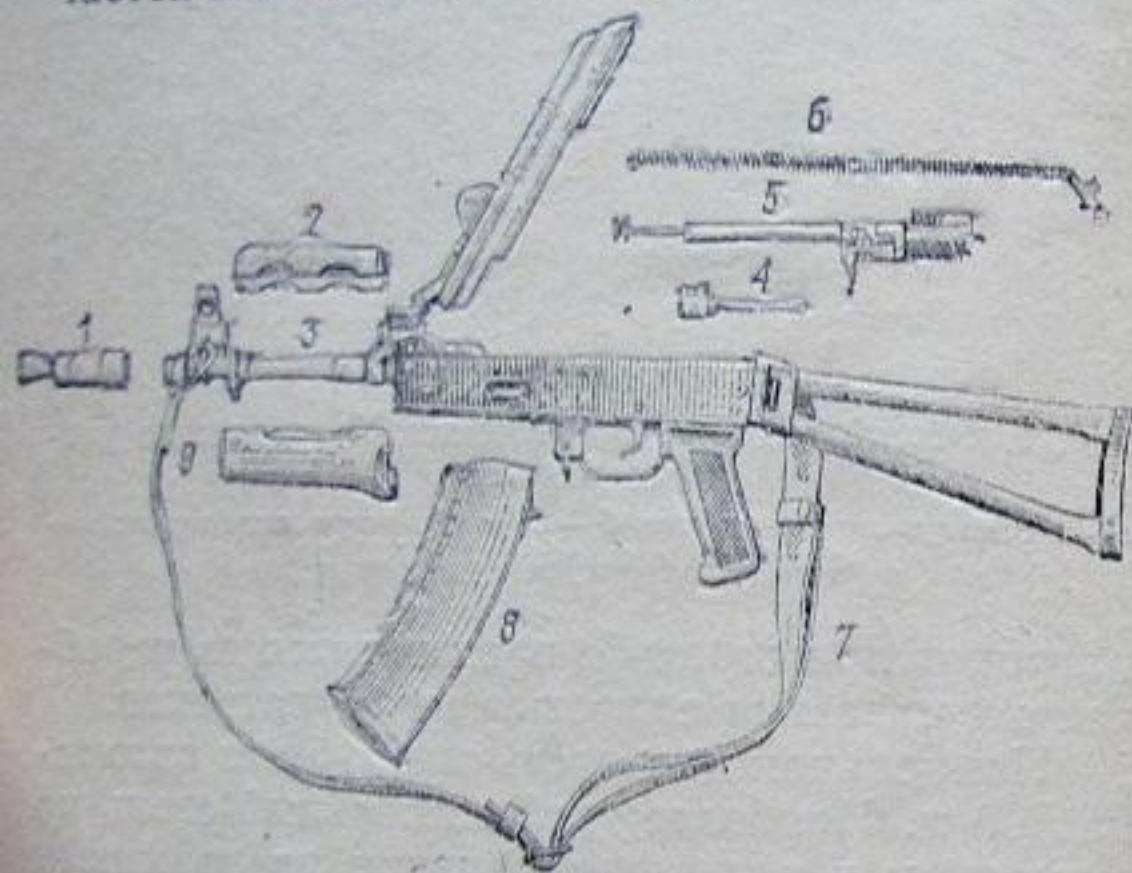

Рис. 2. Основные части и механизмы автомата:
3. Автомат состоит из следующих основных частей и механизмов (рис. 2):